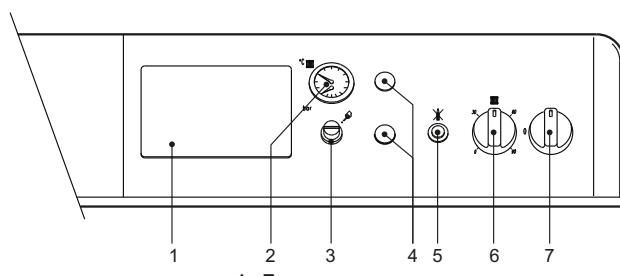

рис. 1 - Панель управления
- Переведите выключатель котла "7" в положение 1 (рис. 1).
Задайте с помощью термостата температуру воздуха в помещении нужную температуру внутри помещения. При поступлении команды от комнатного термостата котел включается, обеспечивая нагревание воды в системе отопления до температуры, заданной регулирующим термостатом 6 di рис. 1. При достижении в помещении желаемой температуры котел выключается.